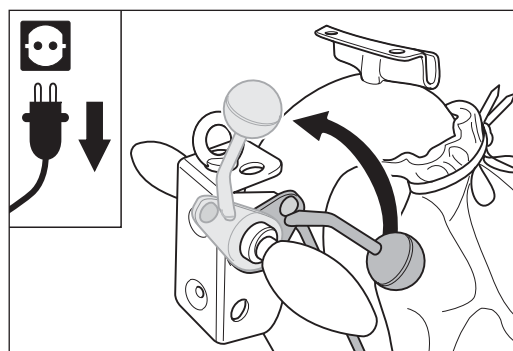

Abb. 26 Den Ablasshebel am Handgriff bis zum Anschlag nach oben ziehen. Dadurch wird die Schleifwalze vom Boden abgehoben.
- 1 Ziehen Sie den Ablasshebel am Handgriff bis zum Anschlag nach oben (Abb. 26). Dadurch wird die Schleifwalze vom Boden abgehoben.
- Vor dem Einschalten der Maschine immer die Schleifwalze vom Boden abheben (Abb. 26)!